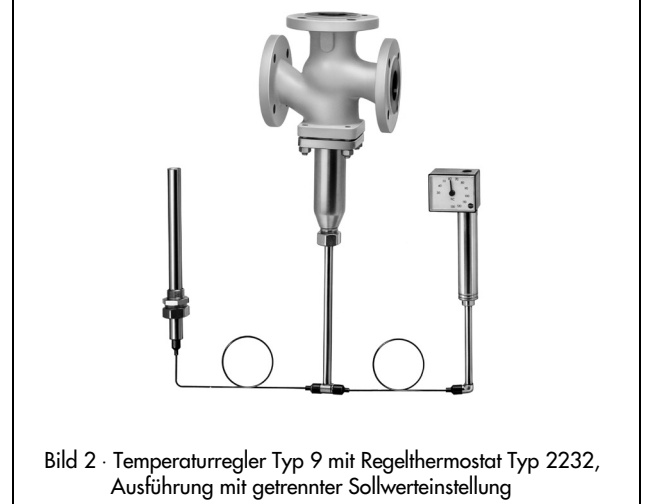

Bild 2 · Temperaturregler Typ 9 mit Regelthermostat Typ 2232, Ausführung mit getrennter Sollwerteinstellung
**Typ 2119/2232** (Bild 2) · mit Regelthermostat Typ 2232 · für Flüssigkeiten und Dampf · Sollwerte von 15 bis 480 °F (–10 bis +250 °C) getrennte Sollwerteinstellung